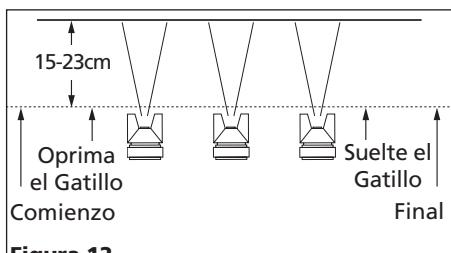

Figura 12
2. "Oprima el gatillo" adecuadamente. Comience a mover la pistola ANTES DE OPRIMIR EL GATILLO y deje de oprimirla ANTES DE PARAR DE MOVERLA. Este procedimiento le permitirá que el acabado sea parejo sin dejar rastros de donde se unen las diferentes manos de pintura (Vea la Figura 12).